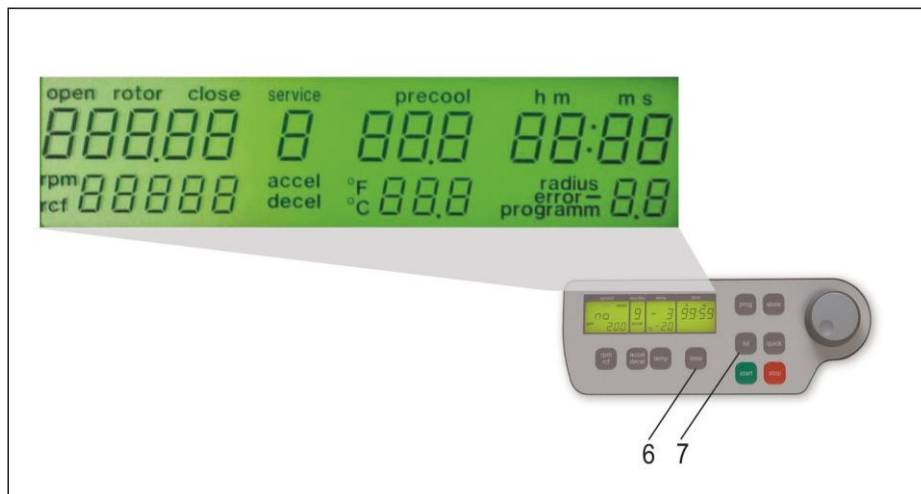

Abbildung 2
Drücken Sie im ausgeschalteten Zustand der Zentrifuge gleichzeitig die Tasten „time“ (6) und „lid“ (7) und schalten Sie den Hauptschalter der Zentrifuge ein. Lassen Sie jetzt die beiden Tasten wieder los. Daraufhin wird für ca. 5 Sekunden ein Displaytest durchgeführt, bei dem alle möglichen Anzeigen gleichzeitig erscheinen. (siehe Abbildung 2)